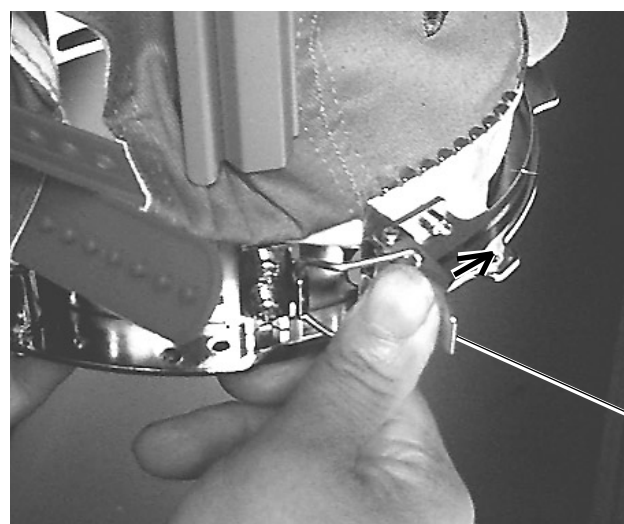

Рис. 3
Если зажим головного убора слишком тугой, Вы почувствуете затруднения при его закрытии и зажим будет слишком сильно вжиматься в головной убор. (Рис. 3)
5. Как показано на Рис. 3, расположите крючок так, чтобы козырек головного убора попал в промежуток между зажимами головного убора. В этот момент, совместите центр головного убора и центральную метку на кепочных пальцах так, чтобы пилообразная часть зажима плотно прилегала к шву козырька. Закройте крючок.